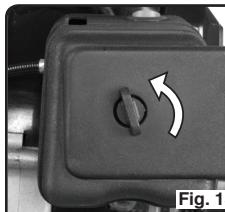

Fig. 13
2. Retirar el tornillo que asegura la cubierta del filtro de aire. Véase la. (Fig 13)